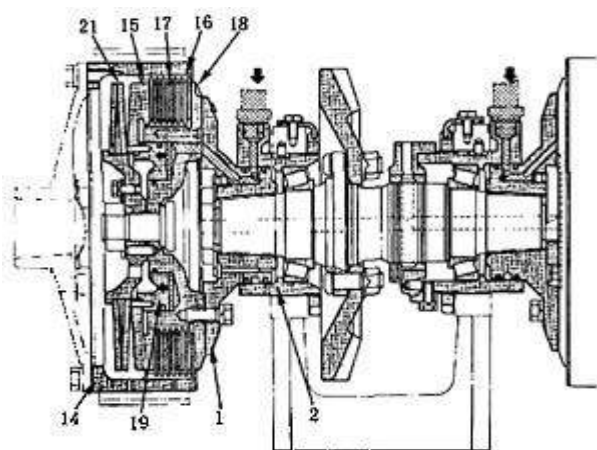

Рис. 5-28
5.6. Муфта рулевого управления (См. Рис. 5-28~5-29)
При перемещении рычага рулевого управления, масло из распределительного клапана рулевого управления проходит через внутреннюю часть внутреннего барабана (18), толкая поршень (19) (См. рис. 5-28) влево и сжимая пружины муфты (21), что приводит к исчезновению давления пластин (17) и фрикционных дисков (16), останавливая передачу мощности через внешний барабан (14) и прерывая передачу мощности на диск конечной передачи.